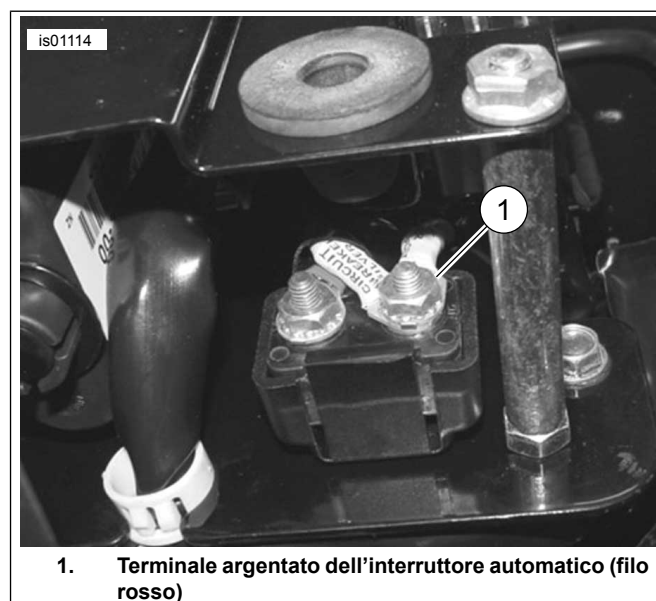

Figura 16. Collegamenti Dyna (modelli 2003 ed anni precedenti), vista dal basso con il coperchio sinistro rimosso
1. Vedere Figura 16. Passare il filo rosso del cablaggio della manopola attraverso la parte superiore del telaio sotto la sella fino all'interruttore automatico all'interno del coperchio laterale del pannello elettrico.